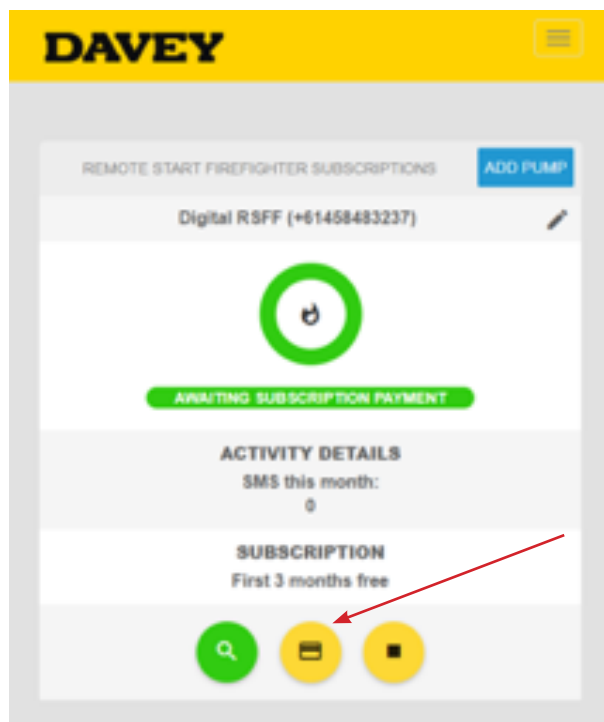

Figure 7.17
- > Pour effectuer un paiement, ou renouveler un abonnement, cliquez sur le symbole « CARD / CARTE » (*Figure 7.17*) ;